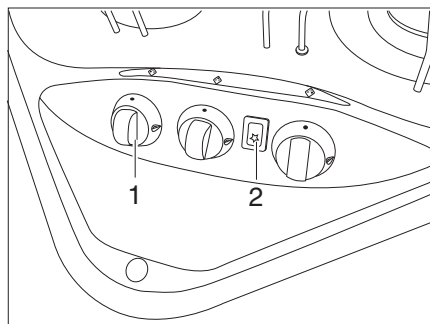
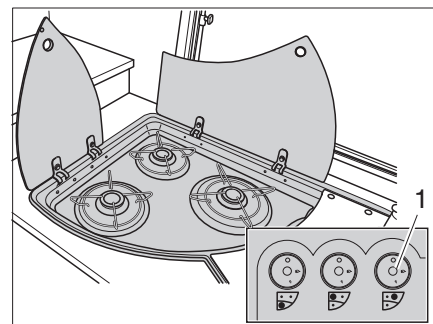

Fig. 126 Boutons de commande pour le réchaud à gaz
Fig. 127 Variante: Boutons de commande pour le réchaud à gaz
- Tourner le bouton tournant (Fig. 126,1 ou Fig. 127,1) du brûleur désiré en position d'allumage (grande flamme).
- Si une touche d'allumage (Fig. 126,2) est présente: Générer une étincelle en appuyant sur la touche d'allumage.